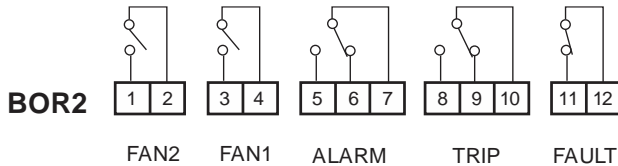
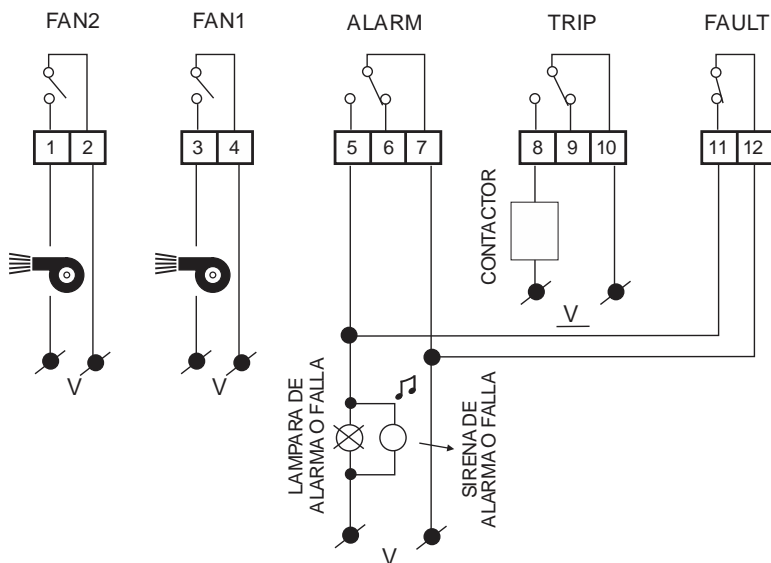

Figura 3 – Conexiones de los Relays de Alarma y Ventilación
Figura 6 – Esquema de conexión
- Hace la lectura de las sondas S1, S2, S3 y Tamb. Caso alguna de ellas registre temperatura superior al valor programado en ALARM en 1°C por 5s, el led ALARM encenderá. Caso la situación continúe por más de 15s, activará el relay ALARM, contacto cerrado entre los terminales 5 y 7 (Figura 3). Si se presiona la tecla  por más de 5s, el relay ALARM va abrir los contactos 5 y 7 (es útil caso el relay de alarma esté conectado a una campana y se desea interrumpir el sonido), todavía el led ALARM continuará encendido hacia la temperaturas de todas as sondas se quede bajo el valor programado en alarma. El relay ALARM solo accionará otra vez después de salir de la situación actual de alarma.
- Si la temperatura sigue en aumento y en uno o más sensores se supera en 1°C durante 5s el valor de TRIP, se encenderá la lámpara TRIP como preaviso de la situación, si la misma persiste tras 15s se activara el relay de TRIP contacto cerrado entre 8 y 10 (Figura 3). Cuando se activa TRIP estará también activa la condición de ALARM ya que es una instancia previa a TRIP.
- Cuando la temperatura baja en 1°C el valor de TRIP, se apagará la lámpara TRIP y el relay de TRIP vuelve a la condición anterior, contactos abiertos entre 8 y 10 (Figura 3).
- Cuando la temperatura baja en 1°C el valor de Alarma, se apagará la lámpara ALARM y el Relay de ALARM vuelve a la condición de anterior, contactos abiertos entre 5 y 7 (Figura 3).
- Prueba de presencia o falla de los sensores PT100: Las fallas posibles de detectar son de sensor abierto o cortocircuito del PT100. Si detectar la ausencia o falla en algún sensor, indicará en la pantalla el mensaje **FLt** seguido del nombre de los sensores que están con problema (**S1, S2, S3** o **TAmb**). El led FAULT, junto con los leds de los sensores con falla, parpadeará. El relay FAULT va cerrar, contacto cerrado entre 11 y 12 (Figura 3). Si el equipo salir de la condición de falla, el led FAULT apagará y el relay va abrir, contacto abierto entre 11 y 12 (Figura 3).
- Cuando se supera la temperatura Fon (Fan on) por un lapso superior a 15s se activará FAN1 (Figura 3, contactos 3 y 4 cerrados). Los contactos se reponen cuando la temperatura desciende al valor de Fof (Fan off). Análogamente, lo mismo ocurre con los parámetros de FAN2 y el relay FAN2 (Figura 3, contactos 1 y 2).
En la Figura 3 es presentado es esquema de conexión de los relays de salida del controlador. De acuerdo con la Figura 6, el relay FAULT opera normalmente activado, o sea, el controlador presentará falla mismo si falte alimentación en el conector BOR3.